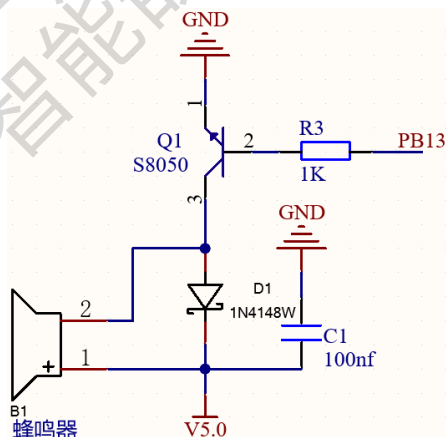

图 2.2.19 蜂鸣器电路图和实物图
(1) 蜂鸣器电路图和实物图如图 2.2.19 所示。蜂鸣器引脚分配说明如表 2.2.17 所示。